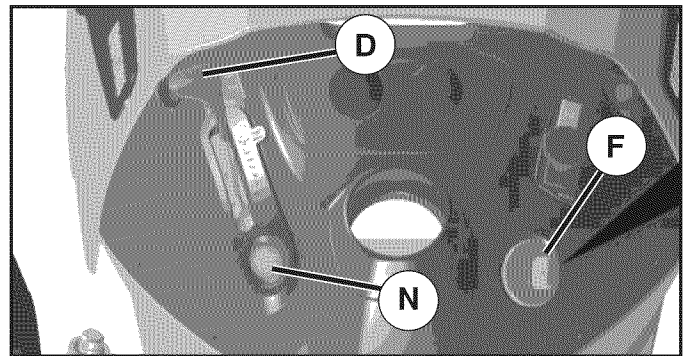

Fig. 6
PARA USAR EL CONTROL DE LA ACELERACIÓN (D) (Vea Fig. 6)
PARA USAR EL CONTROL DE ESTRANGULACIÓN (N) (VEA FIG. 6)